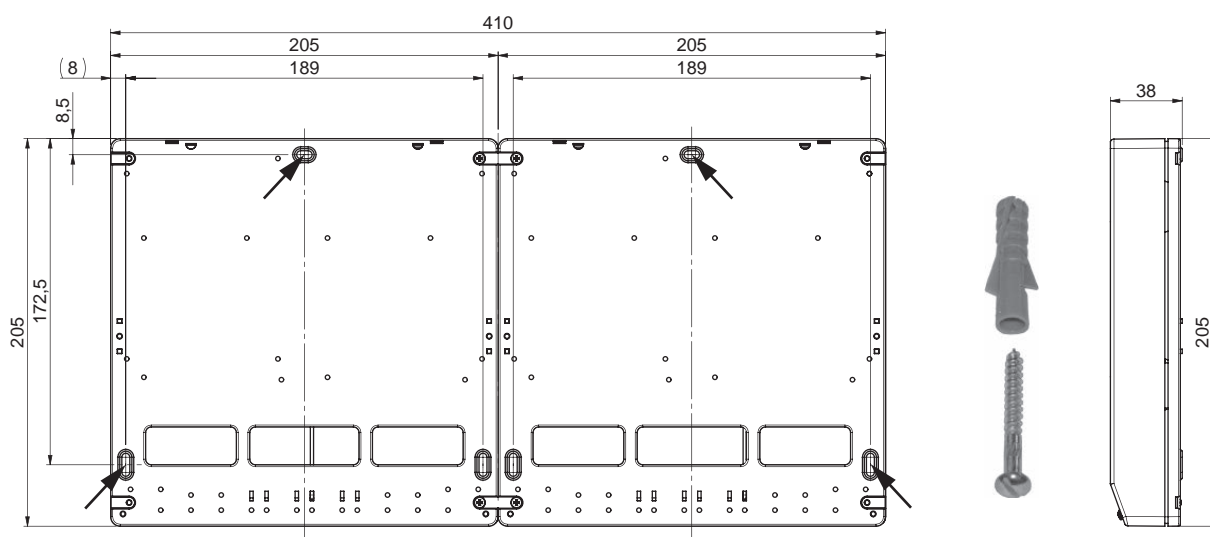

Fig. 130 Schizzo quotato - vista da dietro
- ▶ Praticare i fori di montaggio (\varnothing 6 mm) nel muro come nello schizzo (Fig. 130).